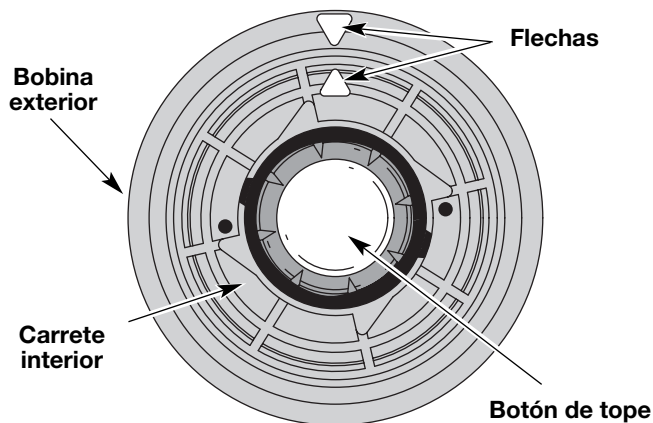

Fig. 17
2. Alinee la flecha del carrete interior con la flecha de la bobina exterior (Fig. 17).